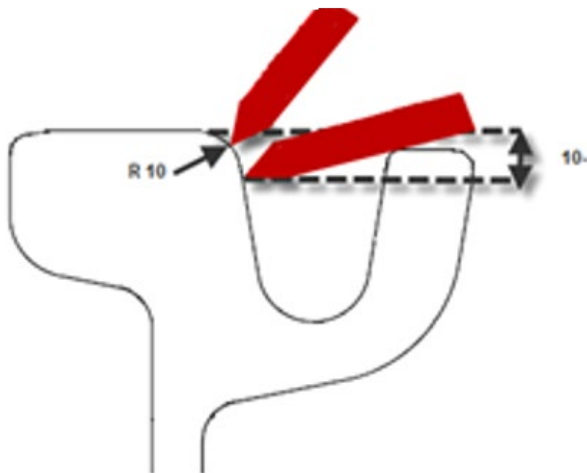
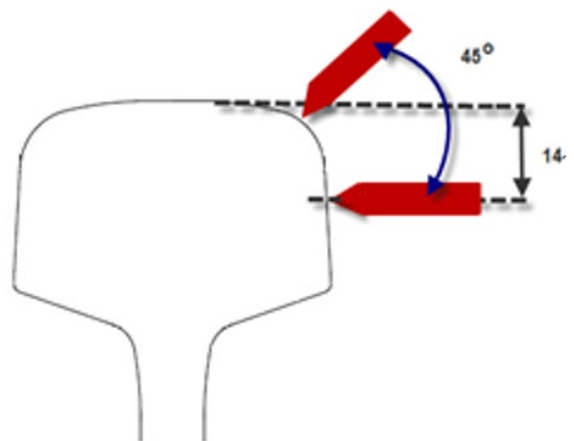

Abb. 07-1: Rillenschiene a= 10 mm, das Stahllineal ist in zwei Positionen
Abb. 07-2: Vignolschiene a= 14 mm, das Stahllineal ist in zwei Positionen anzulegen
- Das Stahllineal ist gemäss Abb. 07-1, bzw. Abb. 07-2 anzulegen.